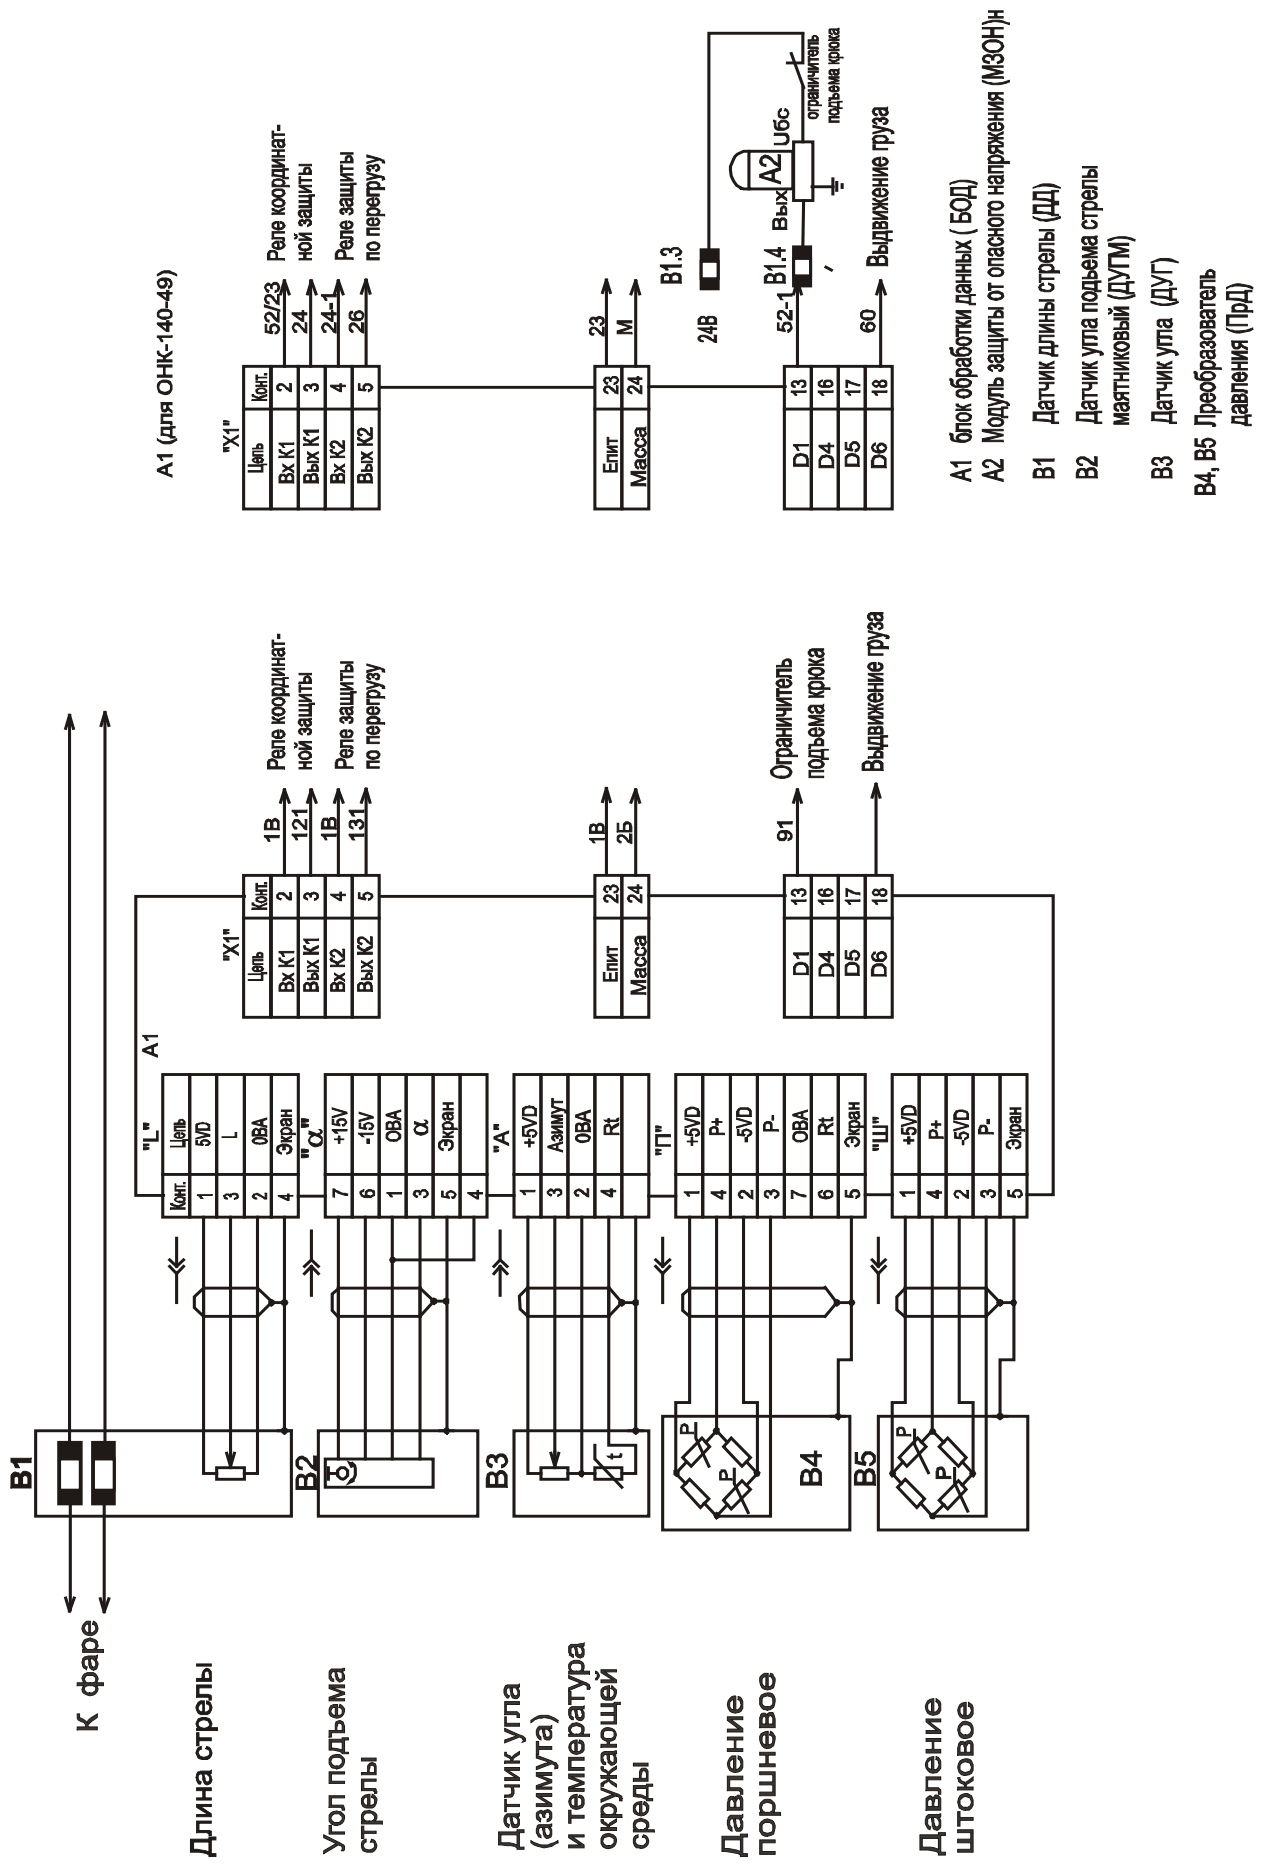

Рисунок 2 - Схема включения ограничителя ОНК-140
1.4.2 ОНК подключается к системе управления крана (см. рисунок 2) посредством разъемов: через разъем X1 БОДа проходят цепи управления исполнительными механизмами, цепи питания изделия, сигналы с концевых выключателей, связанных с ручками управления крана; датчики подключаются к прибору через индивидуальные разъемы.